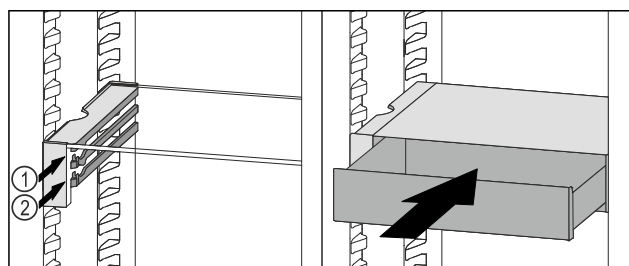

Fig. 52
- ▶ Założyć szufladę VarioSafe za stoperami na wybranych żebrach Fig. 52 (1) lub Fig. 52 (2).